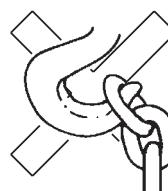

Fig. 8
- Non attaccare mai il carico alla punta del gancio. Questo vale anche per il gancio di sospensione (Fig. 8).
La stessa cosa vale anche per il gancio di sospensione (Fig. 8).